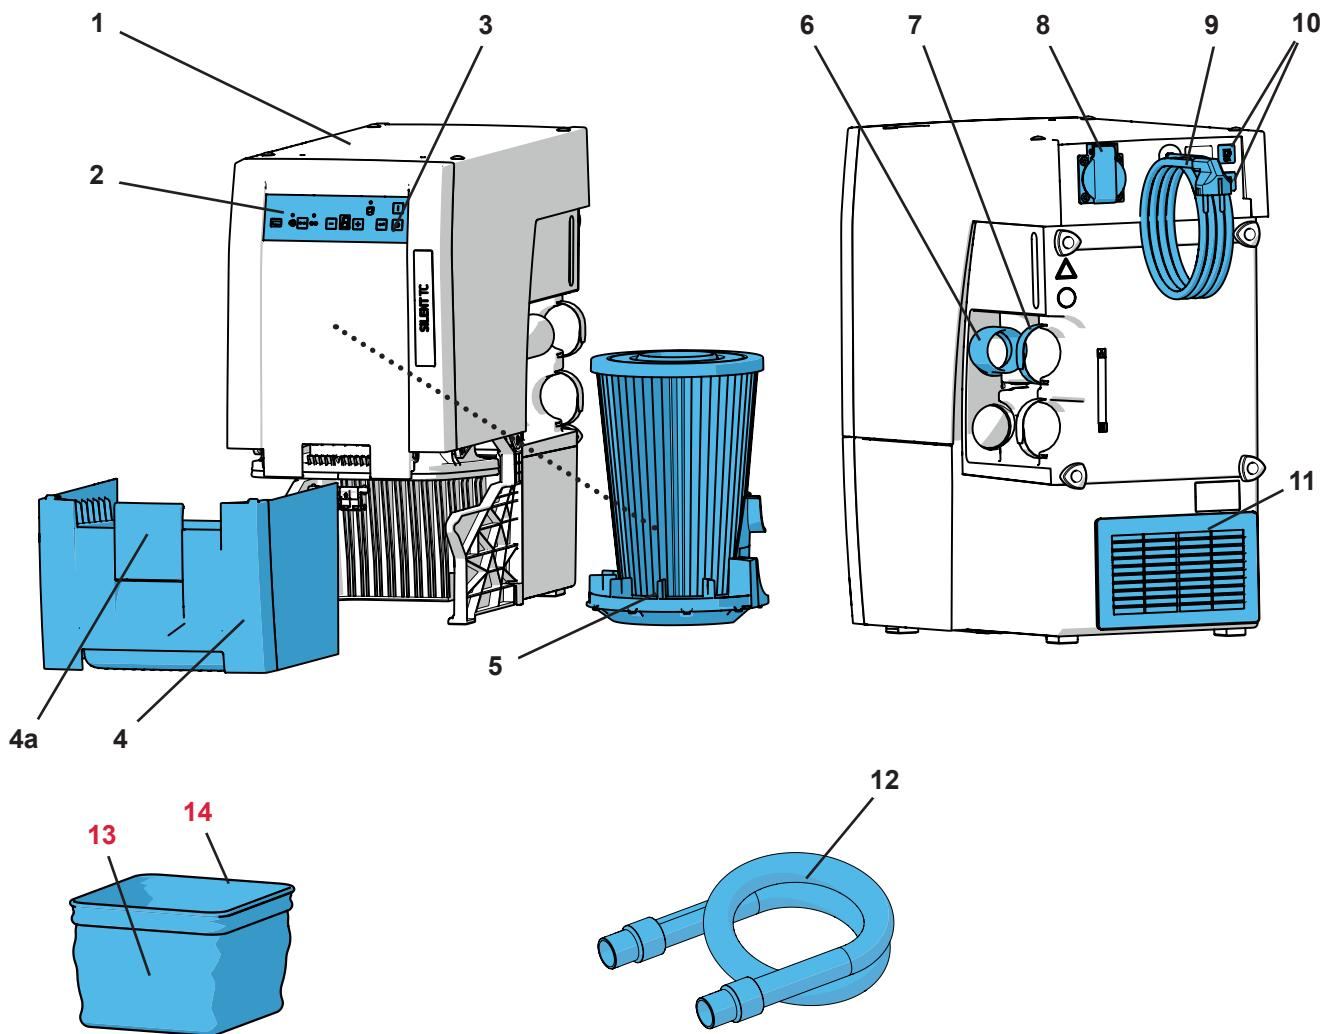

Рис. 1
- выходу отработанному воздуха (11, Рис. 1) ничего не препятствовало.
- Внешний вытяжной воздуховод (A) (см. гл. 4.6).
- Отверстие на задней стенке шкафа (B), мин. 250 x 120 мм, непосредственно напротив выхода отработанного воздуха (11, Рис. 1).
- Удалить заднюю стенку шкафа (C), расстояние от задней стенки шкафа до стены мин. 50 мм.
- ⇒ Шнур питания (9, Рис. 1) развернуть и штекер вставить в розетку электросети здания.
Вытяжка работает в зависимости от подключенного к приборной розетке (8, Рис. 1) электроприбора.